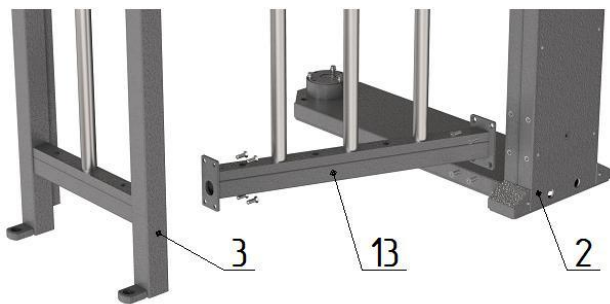

Рис. 5
- к боковым плоскостям стойки крыла прохода **2** аналогично установите ограждения **13** и **14** (рис.5) и закрепите винтами М8;